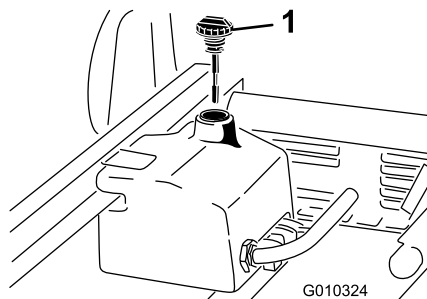

Figura 21
1. Pulite la zona intorno al collo del bocchettone e il tappo del serbatoio idraulico (Figura 21).
3. Togliete l'asta di livello (Figura 21) dal collo del bocchettone e pulitela strofinando con un panno pulito.